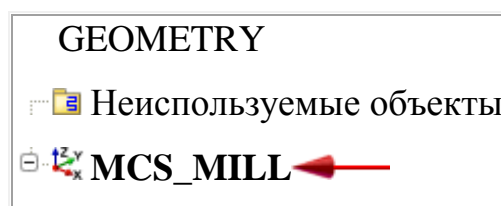

Рисунок 3.9 – Окно навигатора операций
- Дважды щелкните на **MCS\_MILL**, чтобы изменить группу (рисунок 3.9).